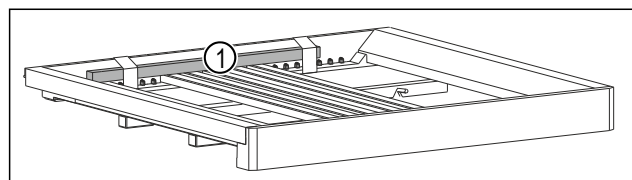

Fig. 7 *
- Retirer la tige en bois Fig. 7 (1)*.